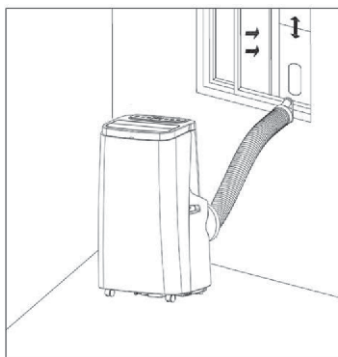
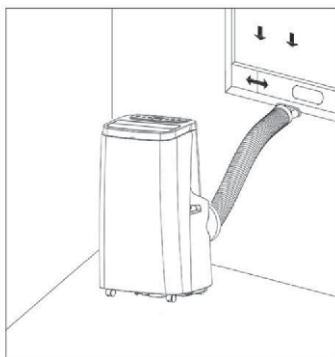

Bild 5
Bild 6
2. Förläng utblåsslansen och tryck in utblåsslansens plana ände i hålet på fönsterplattan med tätning (som visas i bild 5 och bild 6).